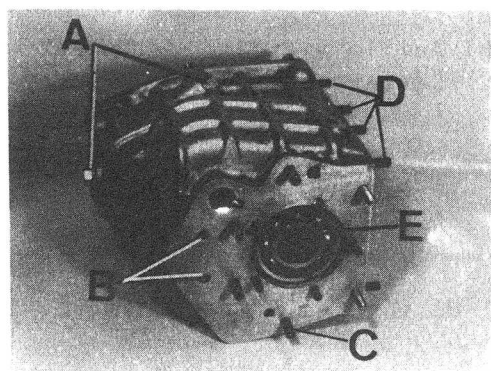

Fig. C1-113 Desmontaje cárter caja de -
- 1.2. Desmontar los tapones de llenado y vaciado de aceite de la caja de velocidades (Fig. C1-113).
- 1.3. Desmontar la pista exterior del rodamiento trasero del eje intermedio, botán-dola a través de los orificios, B (Fig. C1-113) que dispone el cárter.
- 1.4. Desmontar los espárragos delanteros y traseros, C (Fig. C1-113) de unión de cár-teres y las fijas de alineación, así como los espárragos, D, de fijación de la tapa porta-horquillas.
- 2.1. Montar los espárragos delanteros y traseros, C (Fig. C1-113) de fijación cár-teres y los, D, de fijación de la tapa porta-horquillas selectoras.
- 2.3. Montar los tapones, A (Fig. C1-113) de llenado y vaciado de la caja de veloci-dades.